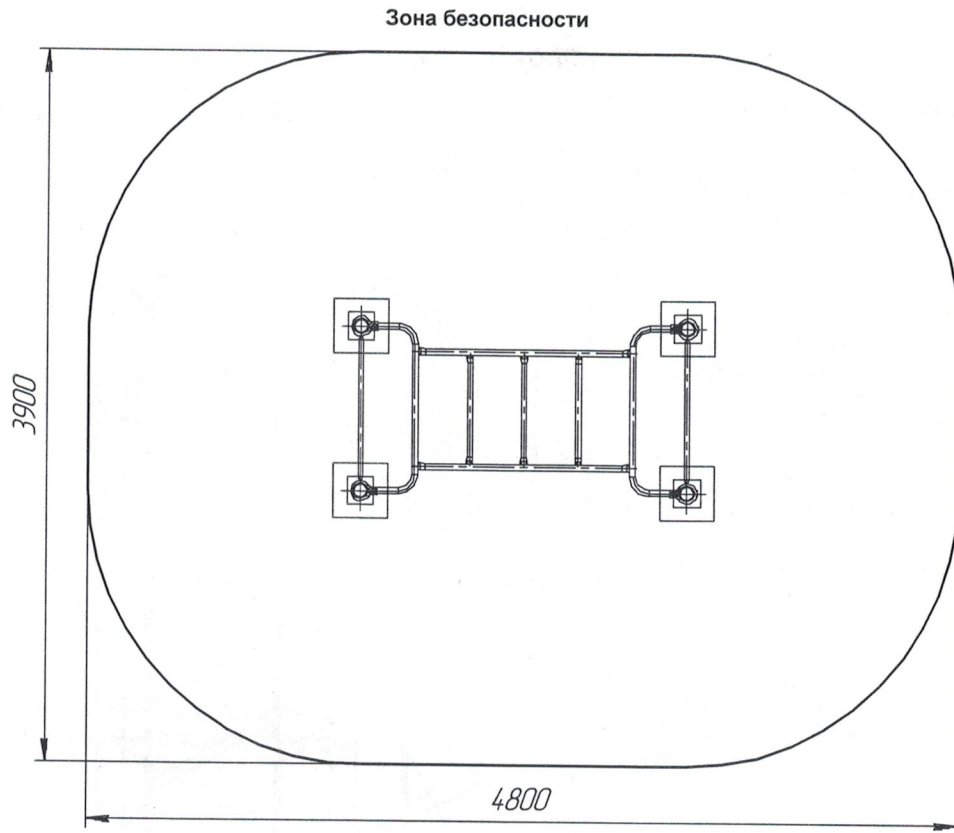

Рис.2
10.1.2 Установка Изделия должна проводиться на ровной площадке, свободной от насаждений. Размер площадки не меньше указанного на рис.2.